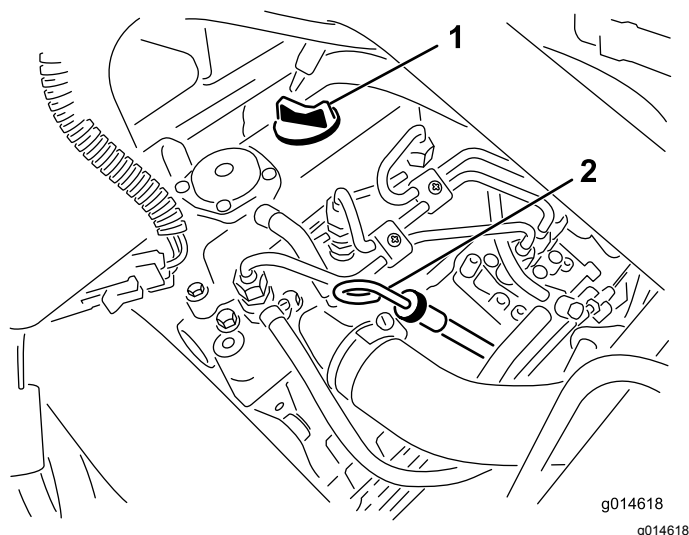

Figura 25
2. Togliete l'asta di livello ed asciugatela con un panno pulito (Figura 25).